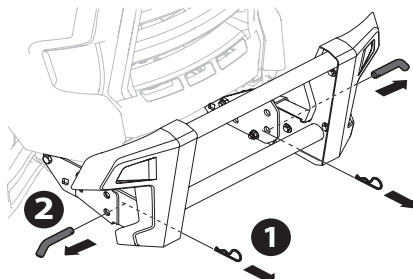

Figure 57
- Retirez les deux goupilles fendues avant d'enlever les axes de chape (Figure 57).